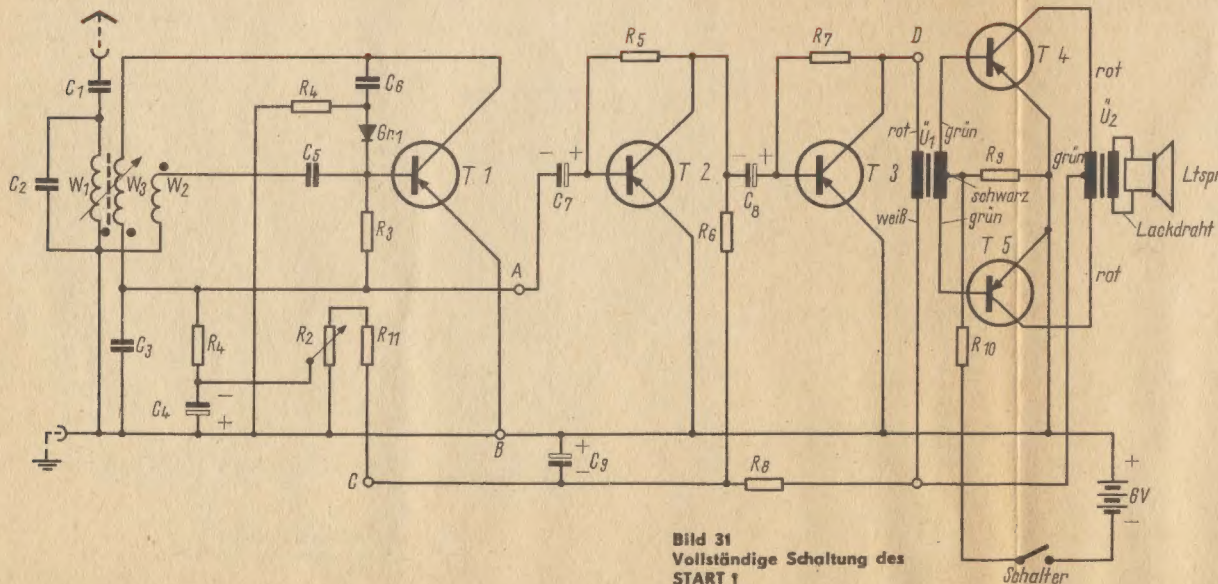

Bild 31
(Bauelemente vgl. Bild 31 bis
Ebenso wahlweise mit Kopfhörer oder – über A- bzw. B-Endstufe – mit Lautsprecher zu betreiben ist das rückgekoppelte Audion. Die leistungsfähigste Variante (START 1) zeigt Bild 31. Zum besseren Verständnis sind in Bild 32 etwa in gleicher Lage wie im Schaltbild die körperlichen Bauelemente dargestellt. START 2 endet dagegen hinter T 3; statt des K 20 wird hier ein Kopfhörer angeschlossen; das Siebglied R 8 C 9 entfällt. Seine Schaltung kann man aus Bild 31 ablesen. In Bild 32 ist neben dem Übertrager K 20 ein Kleinhörer KN 04 erkennbar (400 Ohm). Statt seiner läßt sich aber auch jeder beliebige hochohmige (1000 bis 4000 Ohm) Kopfhörer verwenden.
Bei Anschluß der Windungen ist auf richtige Polung zu achten, da sonst keine Entdämpfung zustande kommt. Die Punkte in Bild 31 deuten an, wohin die gemeinsamen Anfänge der Wicklungen bei gleichem Wicksinn zu legen sind. Während also der Anfang der Kollektorwicklung den Punkt für die Einspeisung der Gleichspannung und für die Entnahme der Niederfrequenz bildet, wird der Anfang der Basiswicklung an Basis, ihr Ende aber an Masse gelegt. Der masse-seitige Kreiswicklungsanschluß schließlich ist der Anfang dieser Spule; dort beginnen, körperlich gesehen, auch die beiden anderen Wicklungen.
in gleicher Lage wie bei Bild 31
4.1. START 1 (vgl. Bild 31)
4.2. START 2 (vgl. Bild 31 bis T 3)